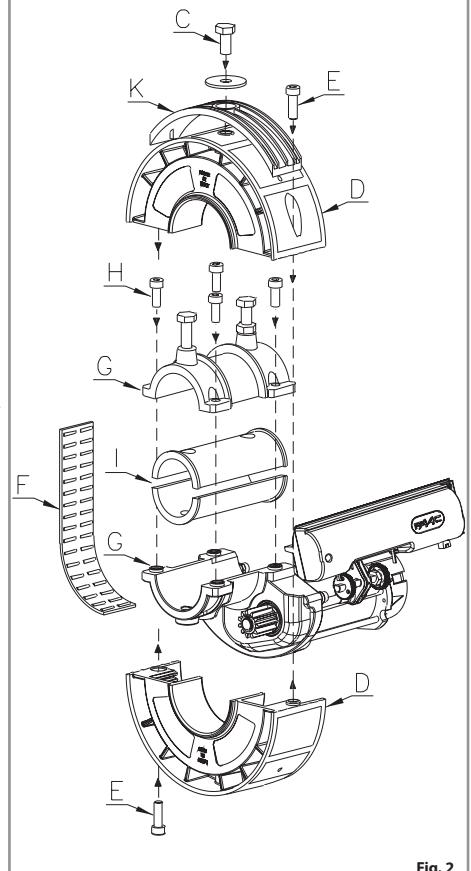

Fig. 2
- 12) Appliquer les demi couronnes (**D**) avec les deux vis M8. En présence de boîtes à ressorts diamètre 220 mm il est nécessaire de monter les adaptateurs (**K**) (voir figure 2).
- 4) Desmontar la corona (**D**) desatornillando los dos tornillos M8 (**E**) como mues la fig.2.
- 5) Extraer con delicadeza la faja de plástico con rodamiento (**F**) evitando fuertes pliegues que causerán el derrame de los rodamientos (Fig.2).
- 3) Remova o parafuso M10 (**C**) da coroa do motorredutor (ver fig. 2).
- 5) Remova cuidadosamente a correia de rolos (**F**) evitando dobragens que poderiam ocasionar a saída dos rolos, não dobre no sentido contrário (ver fig. 2).